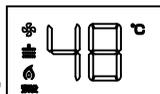

图28
3. 打开热水龙头，如图28，热水器便会启动点火，热水随之流出。开水启动后温度设置范围为30~48℃，超过48℃只能按“调小”键（即儿童锁功能，防止烫伤），若想设置水温高于48℃，先关闭热水龙头后再按“调大”。（童锁功能设置见5.3.8）